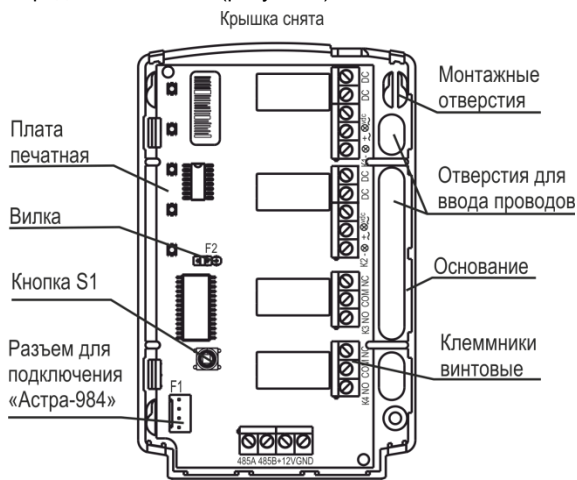

Рисунок 2
4.1 Конструктивно БР выполнен в виде блока, состоящего из основания и съемной крышки. Внутри блока смонтирована печатная плата с радиоэлементами (рисунок 2).